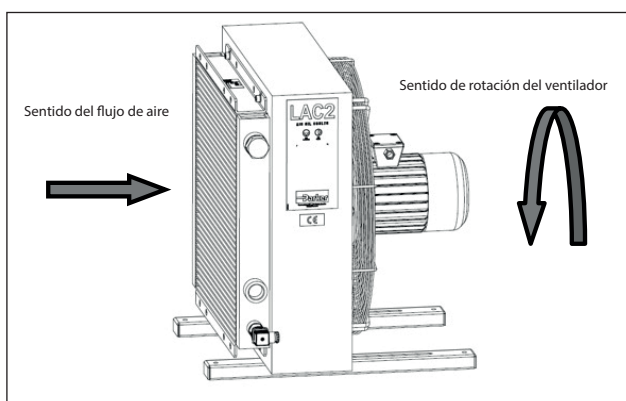

Fig. 24
6. Durante el funcionamiento, comprobar que el sentido de rotación del ventilador al activarse y el sentido del flujo de aire correspondan con los del esquema de la Fig. 24.